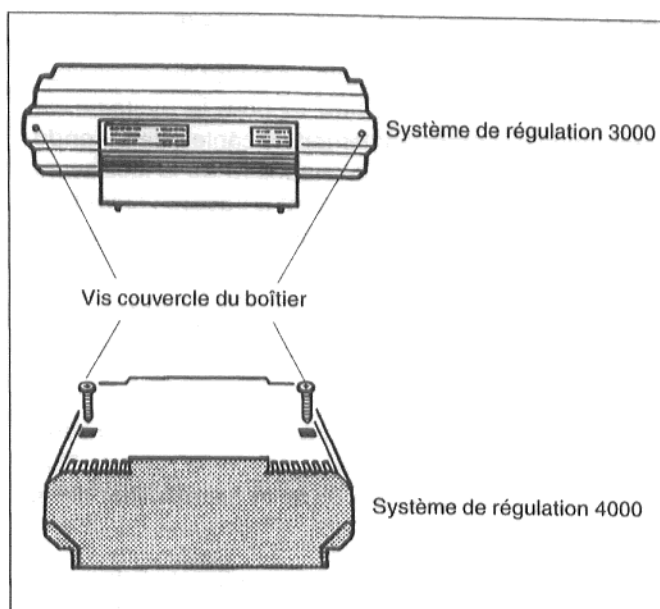

Fig. 14 : couvercle du bornier du tableau de commande
- Retirer les vis des capots de protection des boîtiers (Fig. 14). Retirer les capots.